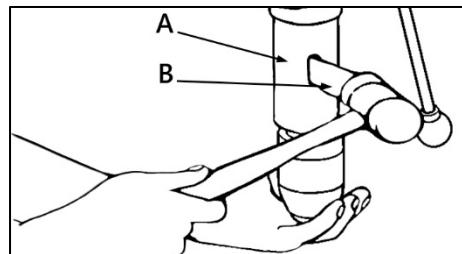

Рисунок 10.
Максимально разведите кулачки патрона повернув зажимное кольцо. Вставьте в отверстие в гильзе (A) (рис. 10) расклиниватель (B) и постучите по нему резиновым молотком, придерживая патрон рукой, чтобы избежать его падения при отделении от шпинделя.